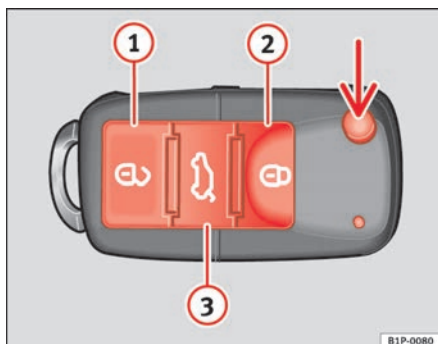

Abb. 64 Tastenbelegung
Mit der Taste   $\Rightarrow$  Abb. 64 (Pfeil) der Fernbedienung wird der Schlüsselbart ausgeklappt.
Fahrzeug entriegeln   $\Rightarrow$  Abb. 64 ①.
Fahrzeug verriegeln   $\Rightarrow$  Abb. 64 ②.
Heckklappe entriegeln. Drücken Sie die Taste   $\Rightarrow$  Abb. 64 ③, bis alle Blinkleuchten am Fahrzeug kurz aufleuchten. Nach Drücken der Entriegelungstaste  ③ können Sie die Heckklappe innerhalb von 2 Minuten öffnen. Nach Ablauf dieser Zeit wird die Heckklappe wieder verriegelt.
Zudem blinkt die Batterie-Kontrollleuchte des Schlüssels  $\Rightarrow$  Abb. 64 auf.
Bei einmaligem Drücken der Taste   $\Rightarrow$  Abb. 64 ①, wird nur die Fahrertür geöffnet. Alle anderen Türen bleiben verriegelt. ▶
Bei zweimaligem Drücken der Taste  ⇒ Seite 101, Abb. 64  werden alle Türen entriegelt.
- Verriegeln Sie das Fahrzeug mit dem Schlüssel mit Funkfernbedienung ⇒ Seite 101, Abb. 64 über das Schloss in der Fahrertür.